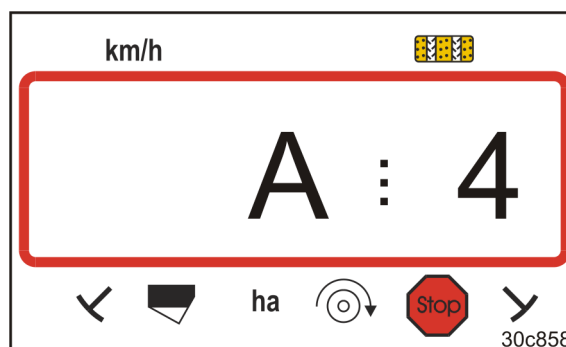

Fig. 29
- fremkommer visningen (Fig. 29)